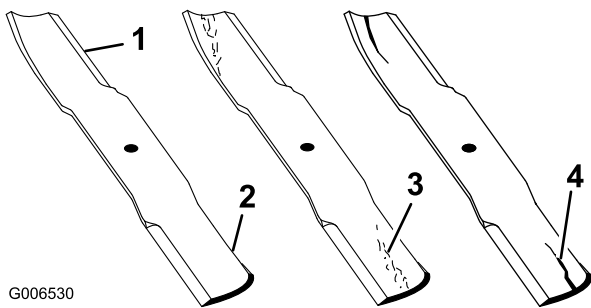

Figura 40
1. Inspeccione los filos de corte (Figura 40).
2. Inspeccione las cuchillas, especialmente la parte curva (Figura 40).
Nota: Si observa daños, desgaste o la formación de una ranura en esta zona (elemento 3 en la Figura 40), instale inmediatamente una cuchilla nueva.